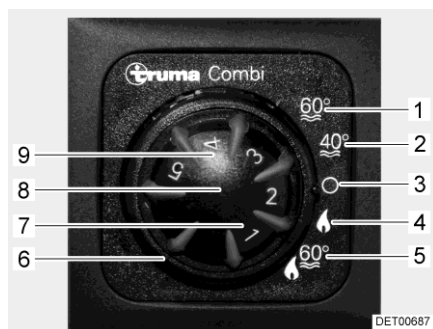

Bild 52 Kontrollenhet
Välj driftläge: ■ Respektive driftläge ställer man in med hjälp av vridströmställaren (Bild 52,6).
Vid vinterdrift "värmesystem och varmvattenberedning" (Bild 52,5) värms även varmvattnet automatiskt när värmesystemet sätts på. Om värmen stängs av för att den önskade rumstemperaturen är uppnådd fortsätter uppvärmningen av varmvattnet tills vattentemperaturen uppnåtts.
Värmesystemet kan vid driftläge "endast värmesystem" (Bild 52,4) köras med tom varmvattentank.
- Ställ temperaturvredet (Bild 52,8) på kontrollenheten i önskat värme-läge.
- Ställ in vridströmställaren (Bild 52,6) på vinterdrift "endast värmesystem" (Bild 52,4) eller på vinterdrift "värmesystem och varmvattenberedning" (Bild 52,5).
Den gröna kontrollampan (Bild 52,7) lyser.
- Ställ vridströmställaren (Bild 52,6) på "O" (Bild 52,3).
- Ställ vridströmställaren (Bild 52,6) på kontrollenheten (Bild 52) på "sommar drift" (Bild 52,1 eller 2).
Den gula kontrollampan (Bild 52,9) lyser under uppvärmningsfasen. När den inställda vattentemperaturen är uppnådd är uppvärmningsfasen avslutad och den gula kontrollampan slocknar.
Vid störning lyser kontrollampan (Bild 52,9) på kontrollenheten rött (se avsnitt 15.5).
- Ställ vridströmställaren (Bild 52,6) på kontrollenheten (Bild 52) på "O".